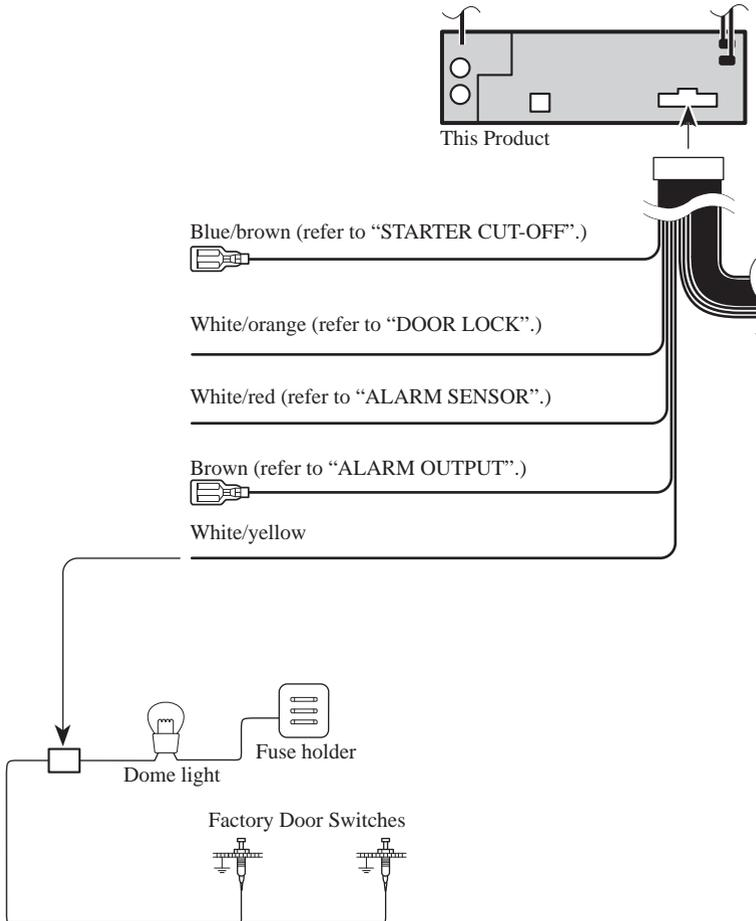

Fig. 4
- **White/yellow (DOOR SWITCH)** ..... (Fig. 4 & 5)